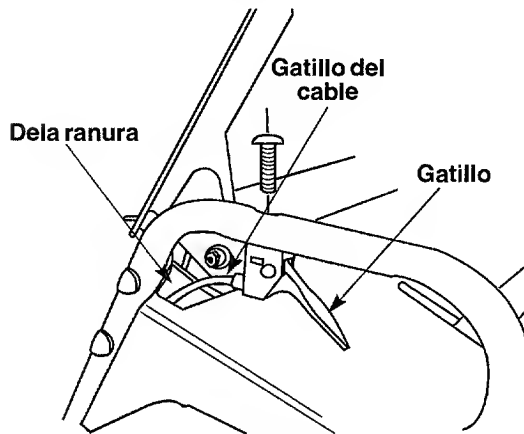

FIGURA 11
- Coloque el gatillo de giro derecho en posición debajo del mango derecho. Asegure con el tornillo recién extraído. Vea la figura 11.